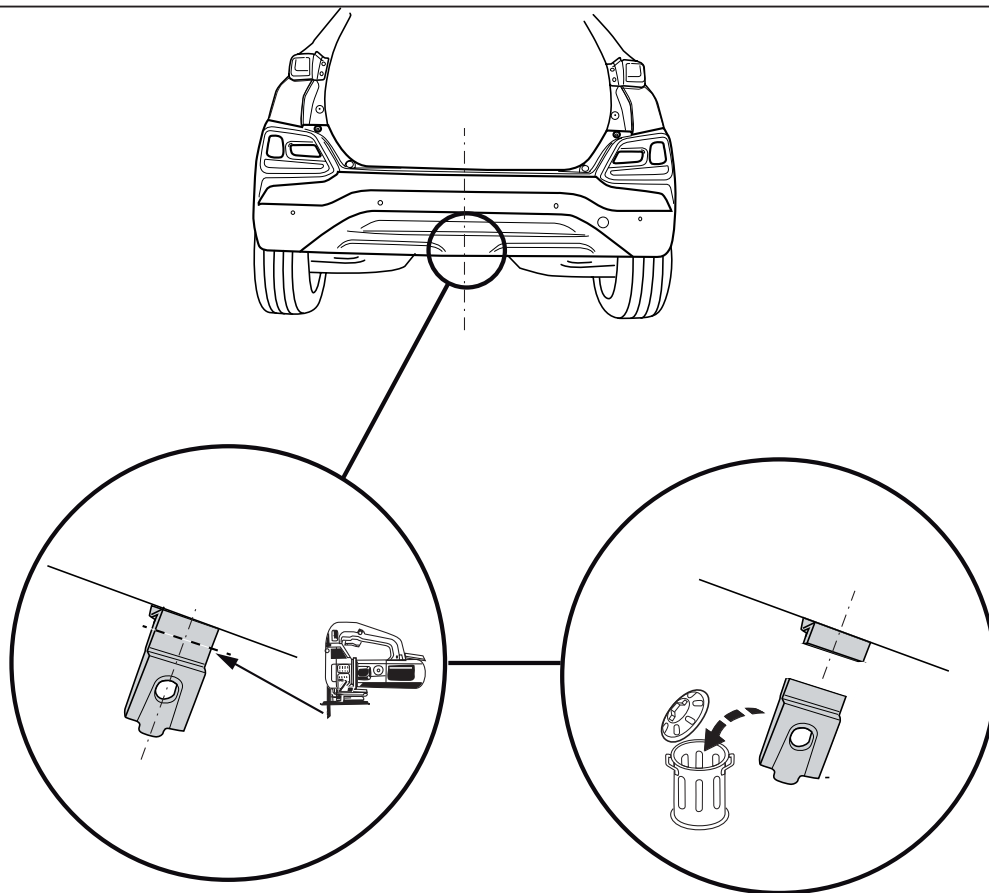

Fig. 3
3. Отпилить обозначенную часть, как указано на рис. 3.